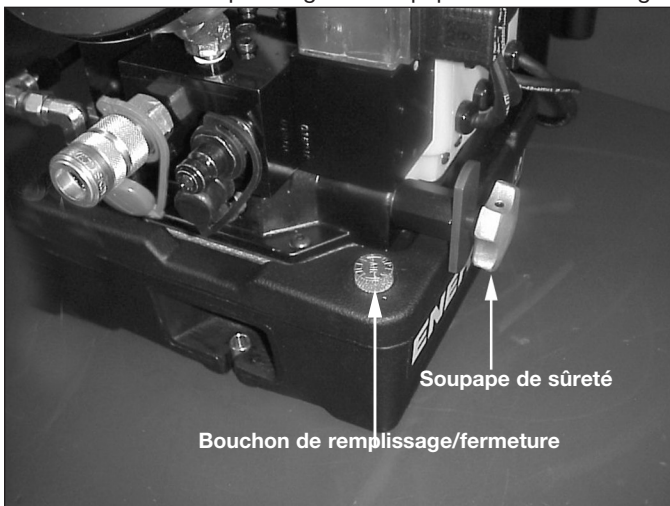

Figure 1 - Soupape de sûreté
4. Desserrez le contre-écrou et détarrez la soupape de sûreté (tournez dans le sens inverse des aiguilles d'une montre) afin d'éviter toute montée de pression intempestive. Aucun outil n'est nécessaire pour régler la soupape de sûreté. Voir Figure 1.